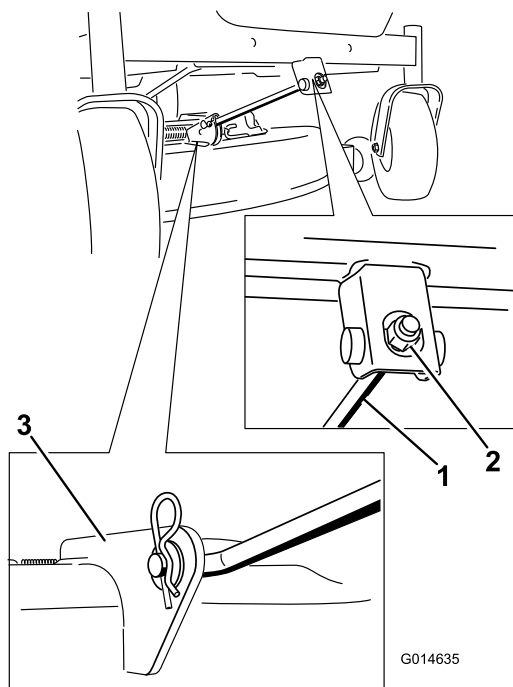

Figure 58
4. Retirez la goupille fendue de la tige de support avant et déposez la tige du support de tablier (Figure 58).
- Fixez la tige de support avant au tablier de coupe à l'aide de l'axe de chape et de la goupille fendue (Figure 58).